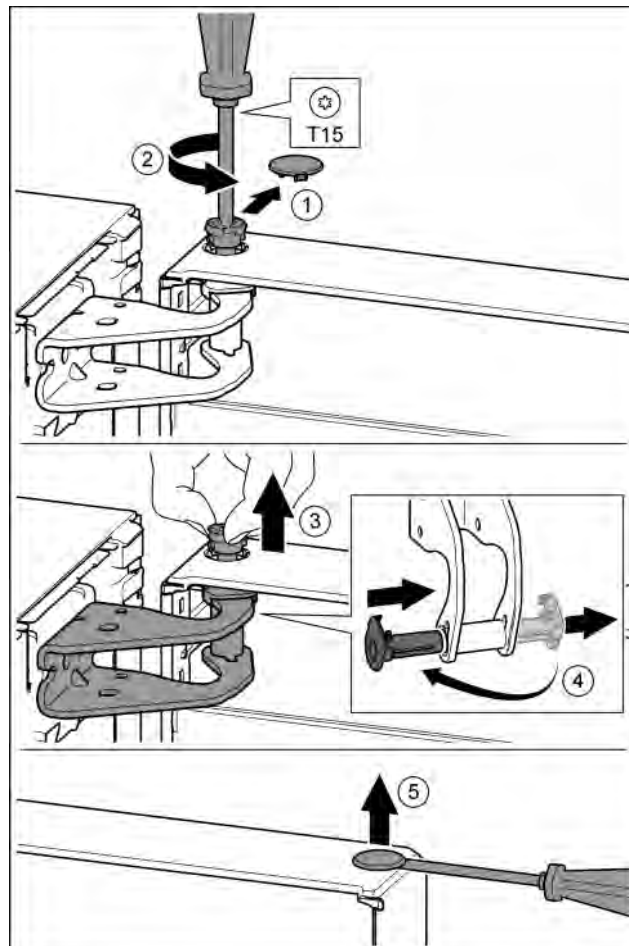

Fig. 10*
- ▶ Oprezno skinite sigurnosni pokrov. Fig. 10 (1)
- ▶ Odvijačem T15 malo odvijte svornjak. Fig. 10 (2)
- ▶ Čvrsto držite vrata i prstima izvucite svornjak. Fig. 10 (3)
- ▶ Izvucite čahuru ležaja iz vodilice. Umetnite s druge strane i pustite da uskoči. Fig. 10 (4)